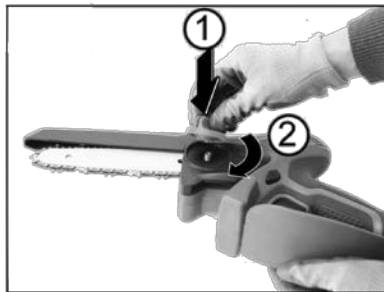

Рисунок 4
3.1.5 Встановіть захисну кришку приводної зірочки і закрутіть рукоятку натягувача (рисунок 4). Ланцюг буде натягуватися автоматично.